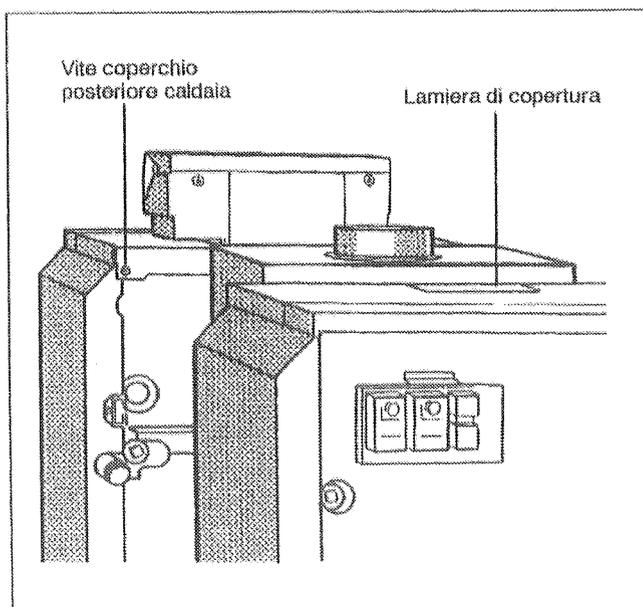

Fig. 20: Lamiera di copertura G334 XD
- Avvitare il coperchio caldaia posteriore con la parete posteriore della caldaia (Fig. 20).
- Per G334 XD: Spingere la lamiera di copertura verso il coperchio posteriore della caldaia e fissarlo allo stesso piegando le strisce di lamiera (Fig. 20).